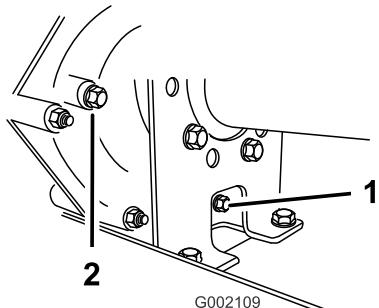
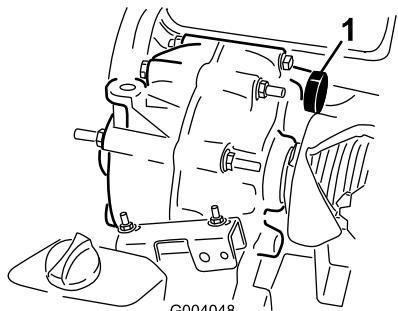

Figura 42
Figura 43
- Retire o tampão de escoamento do lado direito do reservatório (Figura 42) e deixe o fluido escorrer para um recipiente adequado. Monte e aperte o tampão quando o fluido parar de escorrer.
- Encha o reservatório (Figura 43) com cerca de 1,4 litros de óleo de motor SAE 10W30 ou até que o nível de óleo atinja o fundo do orifício indicador (Figura 42).